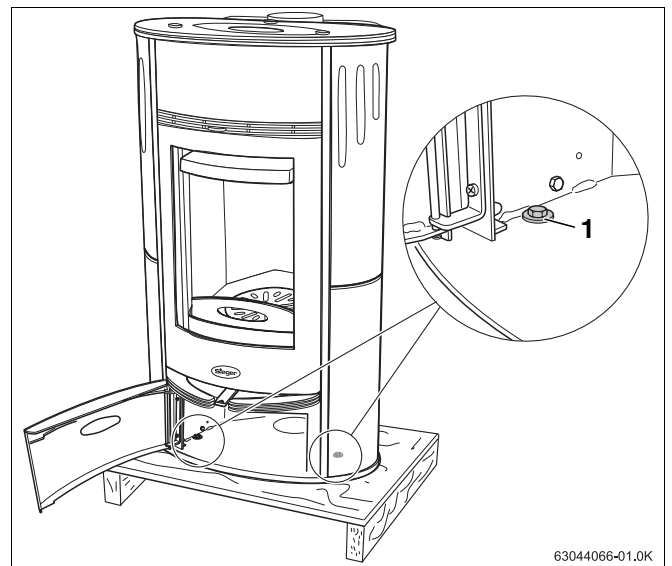

Abb. 5 Transportsicherung lösen
- Der Kaminofen ist auf der Unterseite der Palette gesichert. Die zwei Muttern der Transportsicherung (Abb. 5, **Pos. 1**) im Innenraum des Kaminofens lösen.